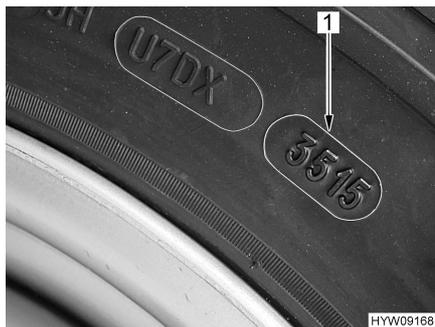

Fig. 86 Número DOT
- ▷ Los neumáticos no deben tener más de 6 años porque el material se hace frágil con el paso del tiempo. El número de DOT (Fig. 86,1) de cuatro dígitos en el flanco del neumático indica la fecha de fabricación. Las dos primeras cifras designan la semana, las dos últimas cifras el año de fabricación.